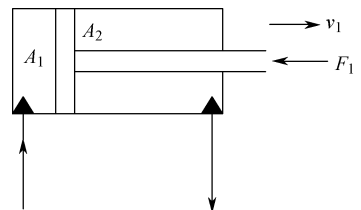

图 2-2-3
1. 如图 2-2-3 所示的液压缸, 输入流量为  $10\text{L/min}$ , 输入压力为  $2\text{MPa}$ , 活塞面积  $0.01\text{m}^2$ , 活塞杆  $0.004\text{m}^2$ , 背压为  $1\text{MPa}$ 。求活塞移动的速度  $v$ 、有杆腔排出的流量及克服的负载  $F$ 。